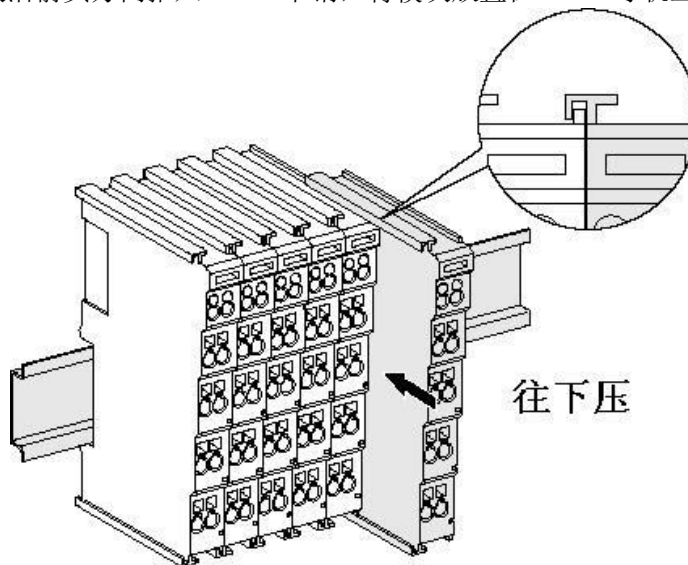

图 3-2 将模块安装到导轨上
- 点击 Connection，如图 3-2 所示 Step1-Step2。